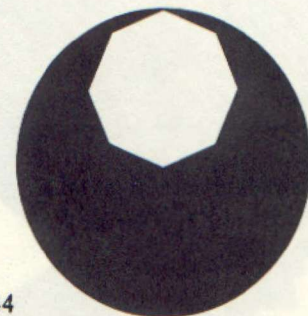

Fig. 44
Gleiche Einstellung wie bei Auflicht-Hellfeldbeleuchtung. Jedoch Öffnungsirisblende mit Stellstift (2) stärker als normal schließen. Dann mit Drehknopf (3) für steilschräge Innenbeleuchtung die Öffnungsblende so weit verschieben, bis die gewünschte Reliefwirkung erreicht ist. Die günstigste Einstellung ergibt sich, wenn die Objektiv-Hinterlinse (mit der Bertrandlinse betrachtet), wie in Fig. 44 ersichtlich, ausgeleuchtet ist. Bis zu Objektiv 5,5/0,15 steht die Rändelmutter (4) der Beleuchtungslinse für die Öffnungsirisblende am unteren Anschlag, bei stärkeren Objektiven, also ab 11/0,25, steht sie in Mittelstellung.